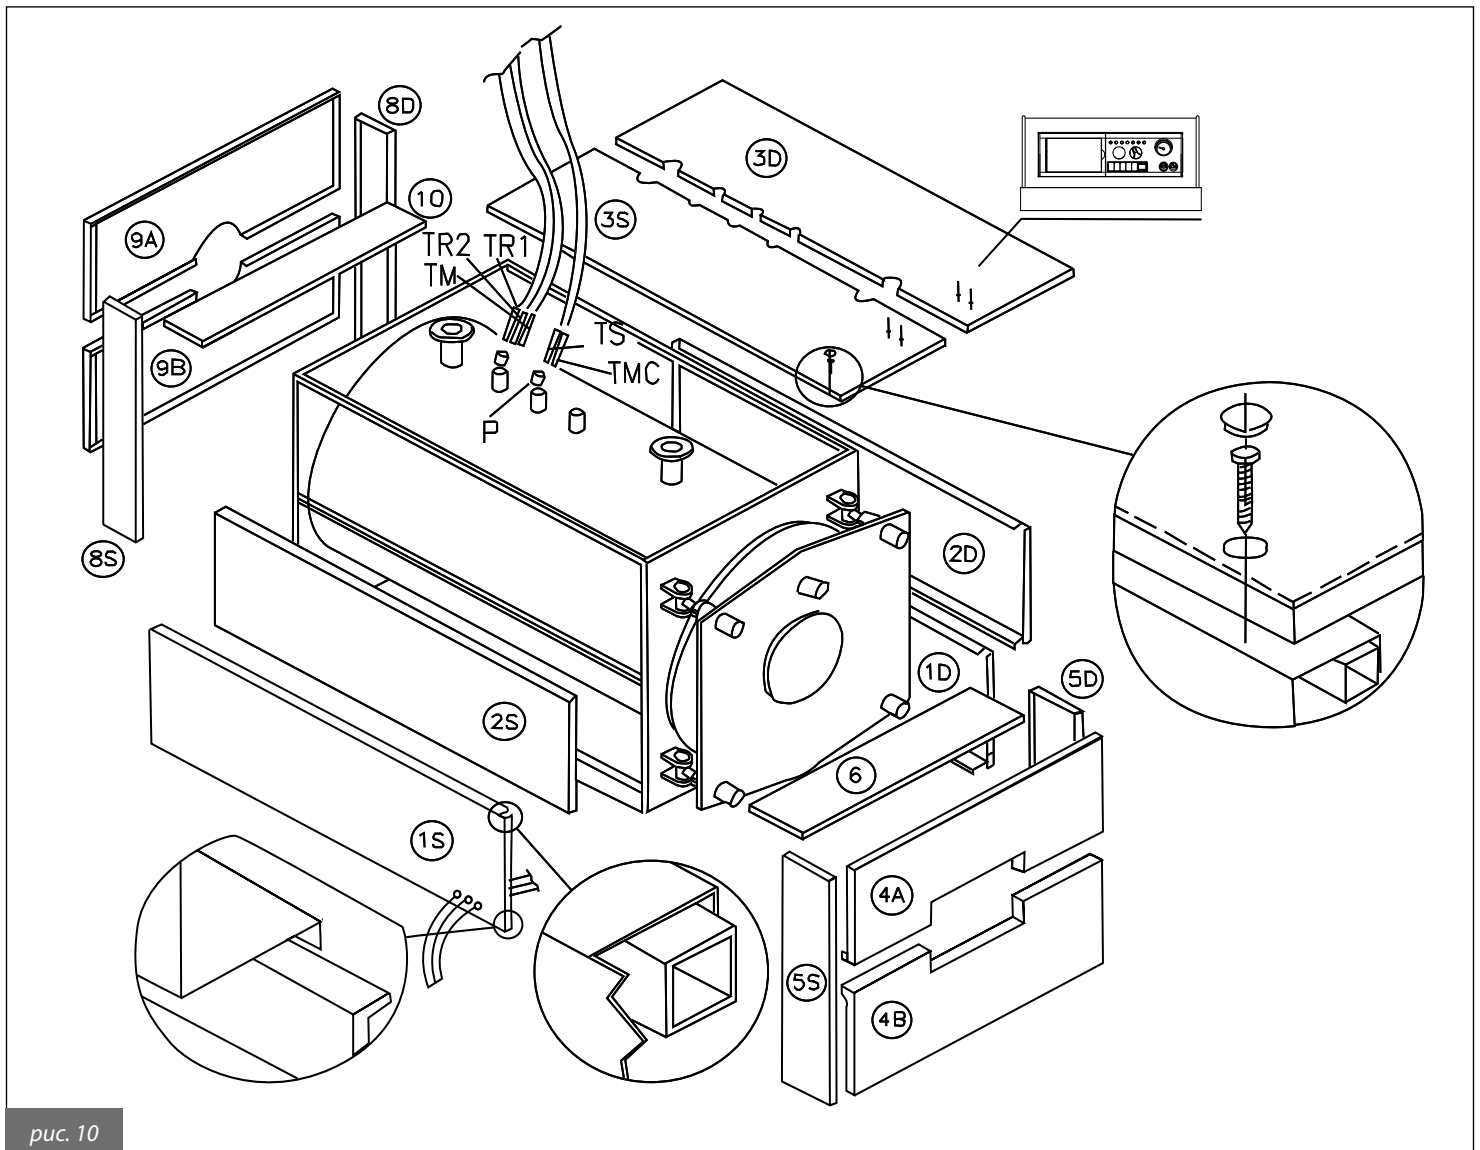

рис. 10
- f) Установить панели (5S) (5D), закрепляя на боковых панелях с помощью соответствующих скоб, после чего установить передние панели (4B) и (4A), закрепляя их на панелях (5S) и (5D). Закрыть обшивку дверцы верхней панелью (6), закрепив ее винтами и закрыв проходные отверстия заглушками (см. рис. 10).
- g) Установить панели (8S) и (8D), закрепляя их на боковых панелях с помощью соответствующих скоб, после чего установить передние панели (9B) и (9A), закрепляя их на панелях (8S) и (8D). Закрыть обшивку дымохода с помощью верхней панели (10), закрепив ее винтами и закрыв проходные отверстия заглушками.